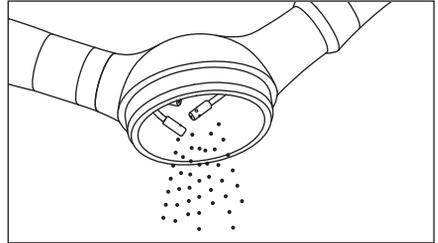

Fig. 11
- 1) Abra la tapa del depósito de polvo y retire el polvo de limpieza que quede dentro. (Fig. 11)